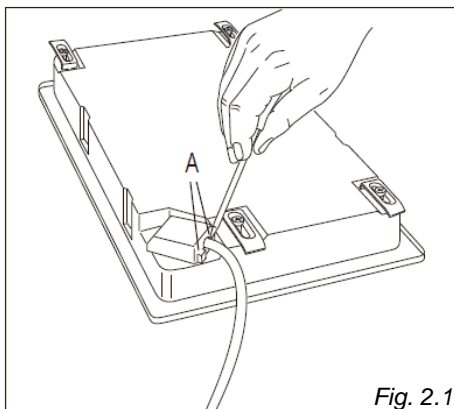

Fig. 2.1
- Capovolgere il piano cottura e sganciare il coperchio della morsetteria inserendo un cacciavite nei due ganci "A" (fig. 2.1).